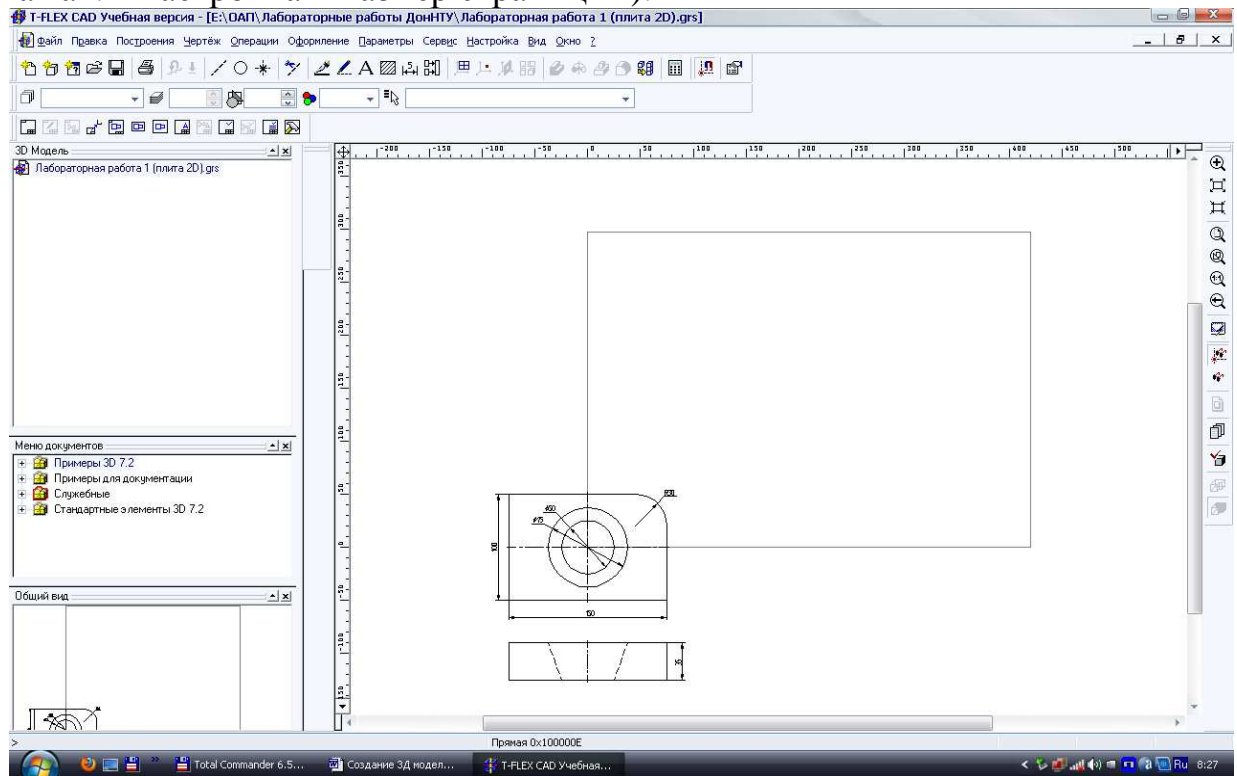

Рисунок 1. Чертеж плиты
1. Переместить плиту в центр листа чертежа (рис. 1). Лист чертежа отображен в рабочем окне прямоугольником и обозначает размер страницы, на которой производится черчение. (Размер страницы можно изменить нажав: «Настройка – Размер страницы»).